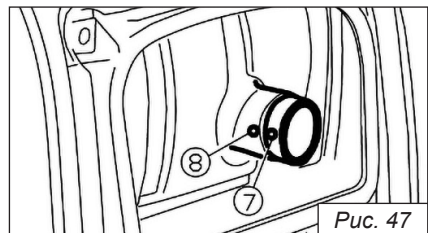

Рис. 47
Совместите выступ искрогасителя ⑦ с отверстием ⑧ в трубе глушителя, рис. 47.